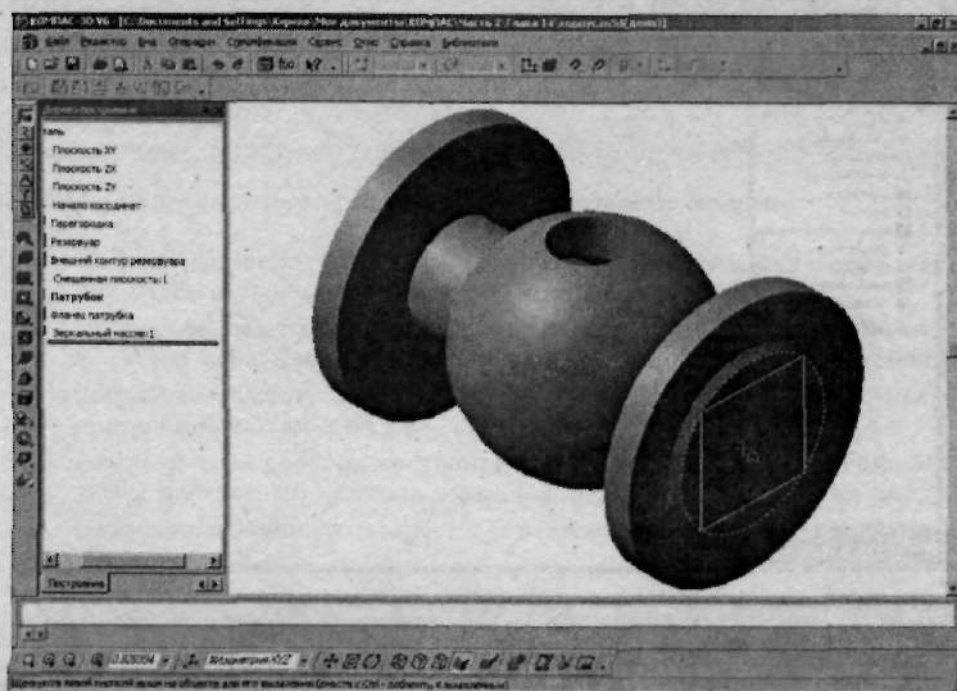

Рис. 2.141. Выделите торец патрубка
1. Выделите торец патрубка и щелкните по кнопке  (Эскиз) — рис. 2.141.